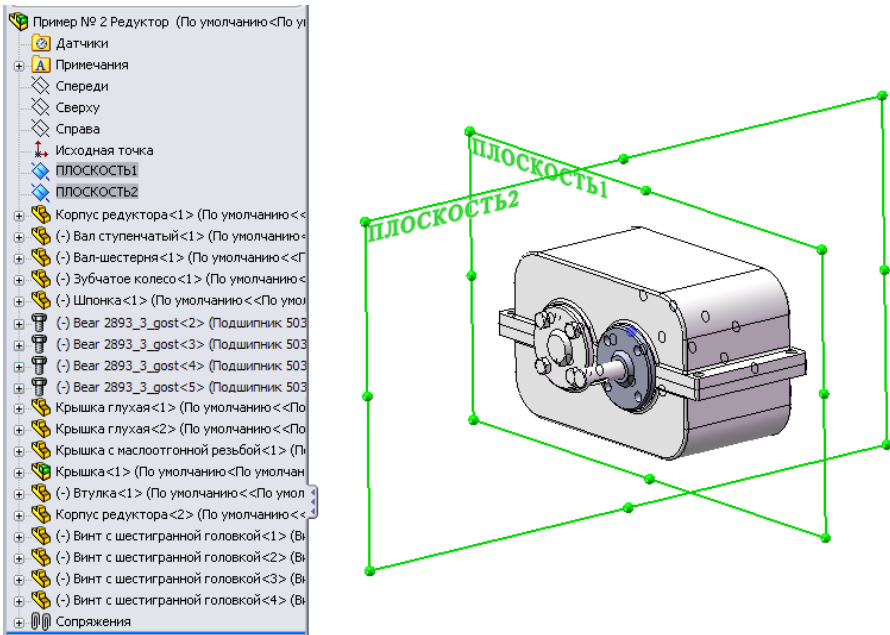

Рисунок 11.52 - Допоміжна площина, паралельна площині «Справа»
30. Подібним чином побудуємо ще одну допоміжну площину, паралельну площині «Справа» і віддалену від неї на 144,5 мм. У дереві конструювання ця площина позначиться як елемент «**ПЛОСКОСТЬ2**» (рис. 11.52).